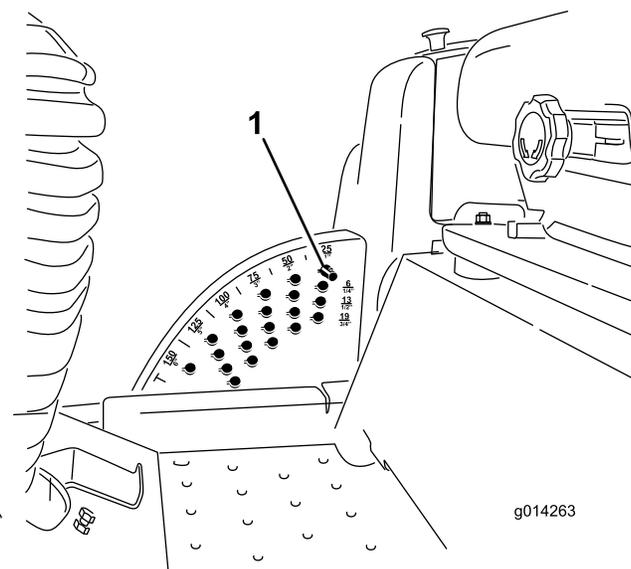

Рисунок 16
Примечание: Чтобы зафиксировать деку газонокосилки или навесное орудие в поднятом положении, поднимите деку на высоту более 15 см, извлеките стопорный штифт высоты скашивания (см. «Регулировка высоты скашивания») и установите его в положение, соответствующее высоте скашивания 15 см (Рисунок 16).
1. При работающем двигателе передвигайте переключатель подъема деки назад, пока дека газонокосилки не поднимется полностью, после чего **немедленно отпустите переключатель** (Рисунок 16).
2. Чтобы отрегулировать высоту скашивания, поверните стопорный штифт так, чтобы его выступы совпали с прорезями в отверстии кронштейна высоты скашивания, и вытащите штифт (Рисунок 16).
3. Выберите отверстие в кронштейне высоты скашивания, соответствующее необходимой высоте скашивания, вставьте штифт и, нажимая на него, поверните так, чтобы он зафиксировался в отверстии (Рисунок 16).
Примечание: На кронштейне есть четыре ряда отверстий (Рисунок 16). Верхний ряд обеспечивает высоту скашивания, указанную над штифтом. Второй ряд обеспечивает указанную высоту скашивания плюс 6 мм. Третий ряд обеспечивает указанную высоту скашивания плюс 12 мм. Четвертый ряд обеспечивает указанную высоту скашивания, плюс 18 мм. Для положения 15,8 см есть только одно отверстие, расположенное во втором ряду. Это положение соответствует высоте скашивания 15,8 см, и к нему не добавляется 6 мм.